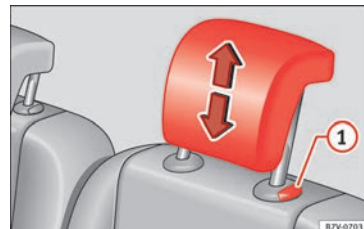

Abb. 151 Kopfstützeneinstellung der zweiten der dritten Sitzreihe.
- Die Kopfstütze in Pfeilrichtung nach oben oder unten schieben »» **Abb. 150** oder »» **Abb. 151** **1** durch Knopfdruck verstellen »» **Δ** in Aus- und Einbau der Kopfstützen auf Seite 153.